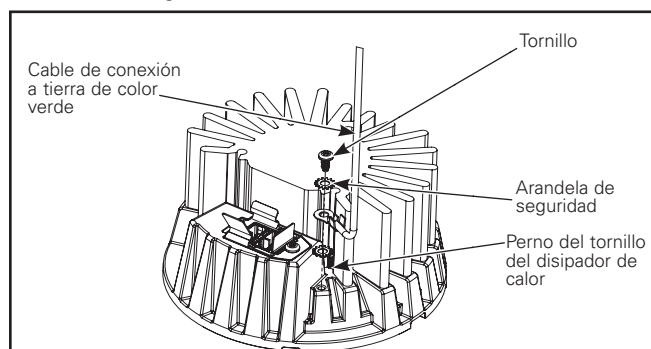

Figura 13.
- Encuentre la correa verde dentro del cilindro y conéctela al disipador de calor mediante el tornillo y la arandela de seguridad ubicada en el sobre adjunto a la correa. (Figura 13).